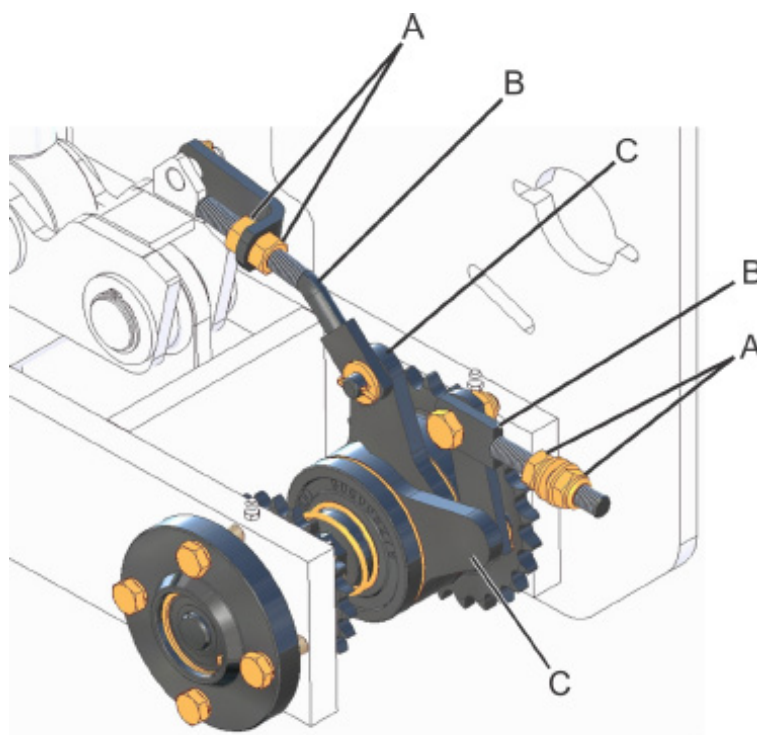

fig. 30
Ajuste la varilla reguladora (B) (fig. 30), para establecer un tiempo mayor o menor de apertura y el movimiento de los accionadores de la carraca (C), moviendo las tuercas (A).